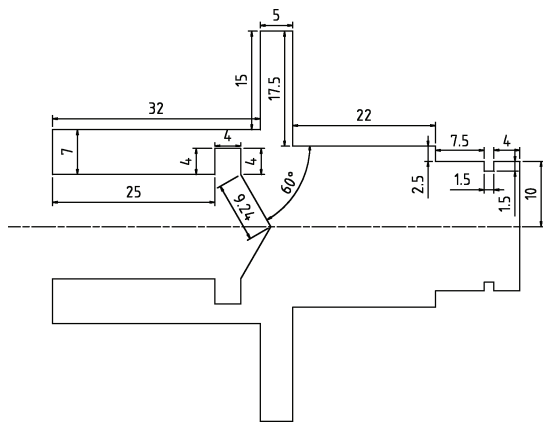

图 2-42 绘制对称线段
2) 在“常用|图层”中选择“粗实线”图层，使之成为当前图层。执行“对称线”命令(amsymline)，绘制一条水平长 75 的对称线；从水平对称线右端点附近选择一点作为起始点，开始绘制对称的线段，绘制方向和尺寸依次为：向上 10，向左 4，向下 1.5，向左 1.5，向上 1.5，向左 7.5，向上 2.5，向左 22，向上 17.5，向左 5，向下 15，向左 32，向下 7，向右 25，向上 4，向右 4，向下 4，向右下 9.24 且与水平线的夹角为 60° ，交于对称线上，如图 2-42 所示。